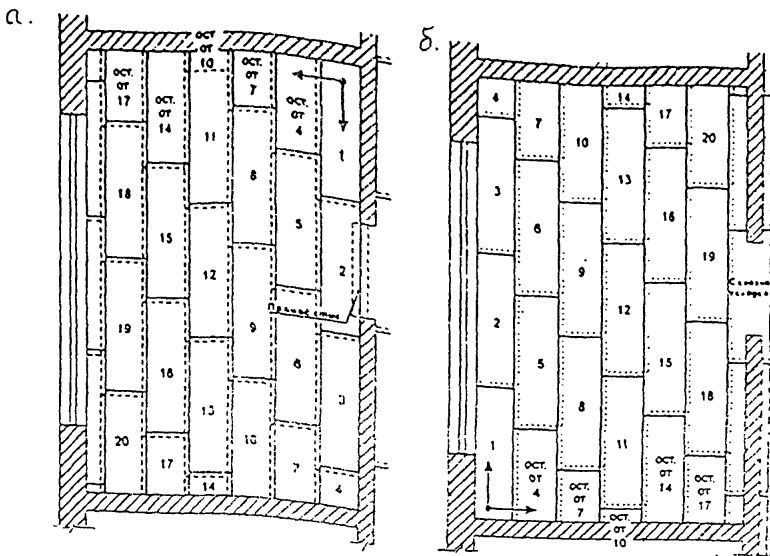

Рис. 1 Схема раскладки сборной стяжки из ГВЛВ на слой теплозвукоизоляции из керамзитового песка (а) или пенополистирола (б)
**5.36** Рекомендуемые схемы раскладки готовых элементов сборной стяжки в зависимости от материала теплозвукоизоляционного слоя приведены на рис. 1.